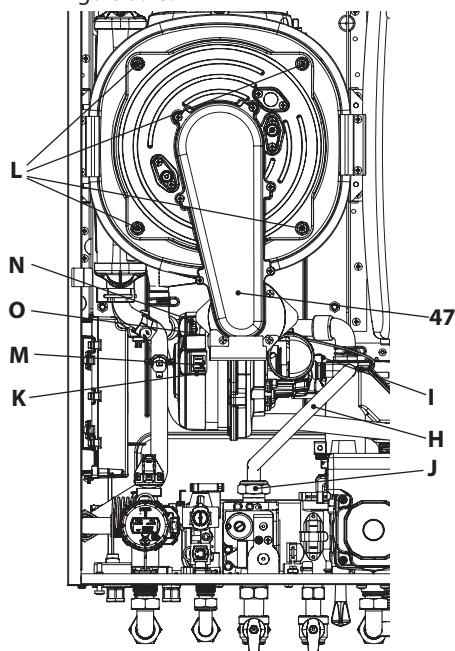

Figura 9.13
Rimozione del gruppo bruciatore ventilatore 47 in Figura 9.13.
- Inserire un cacciavite piano nella rientranza K del connettore M e fare leva verso il basso, contemporaneamente scollegare il connettore M tirandolo frontalmente (Figura 9.13).
- Scollegare il connettore del ventilatore N premendo il gancio in plastica O posizionato nella parte sottostante del connettore (Figura 9.13).
- Svitare i dadi L e rimuovere il gruppo bruciatore ventilatore 47 (Figura 9.13)